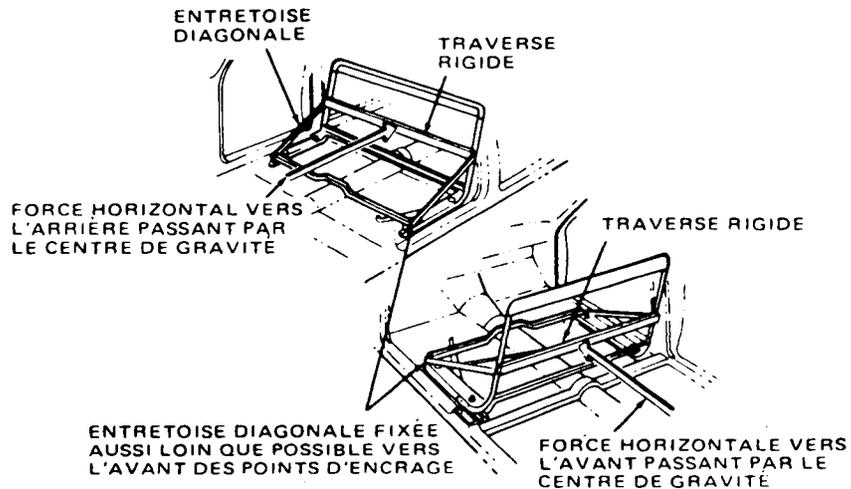
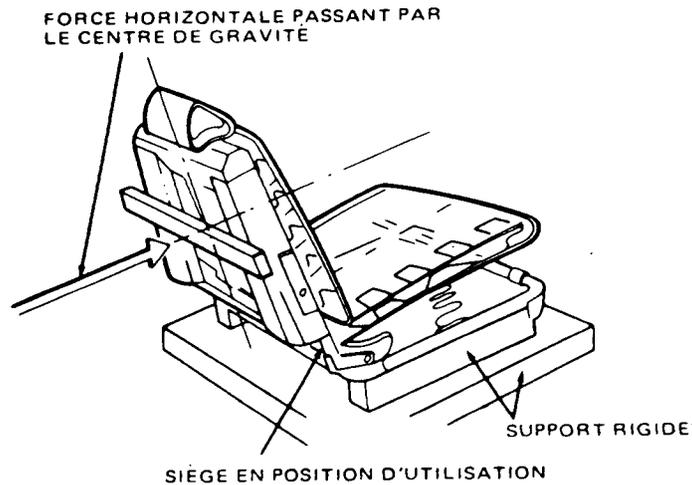

FIGURE 1
FIGURE 5
L'article 2 et les figures 1 à 5 du présent chapitre définissent les méthodes d'essai visées à l'article 207 de l'annexe D au Règlement sur la sécurité des véhicules automobiles, méthodes que j'approuve pour établir la conformité avec les exigences de l'article 207 de l'annexe D.
2.1.1. Si le dossier et la banquette du siège sont assujettis au véhicule à l'aide des mêmes attaches, fixer une entretoise de chaque côté du siège entre un point situé du côté extérieur du châssis de siège, dans le plan horizontal passant par le centre de gravité de ce siège, et un point du châssis situé aussi loin que possible vers l'avant des ancrages de siège. Placer une traverse rigide entre les extrémités supérieures des deux entretoises, en avant du châssis de dossier du siège pour les charges agissant vers l'arrière et en arrière du châssis de dossier du siège pour les charges agissant vers l'avant. Appliquer la force dont il est question en 207(1) (a) (i) (A) ou 207 (1) (a) (i) (B), horizontalement contre la traverse rigide, comme le montre la figure 1.
- 2.3 Appliquer les forces dont il est question dans les alinéas 207(5) (a) et (b) à un siège basculant ou pliant comme le montre la figure 1 et à un siège à dossier basculant ou pliant comme le montre la figure 5.